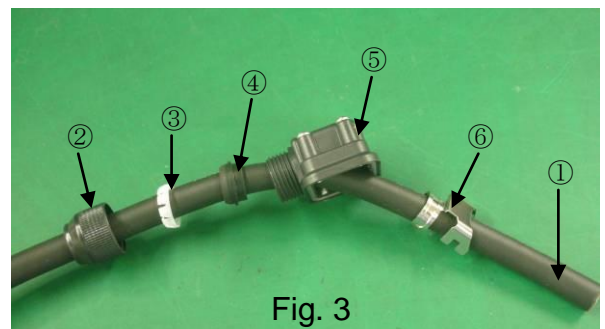

Fig. 3
3) ケーブルに Fig.3 に示す付属品を通してください。
3) Insert accessories in accordance with Fig.3 to the cable.